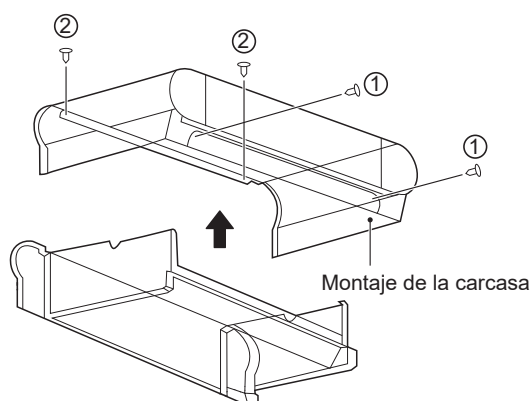

Figura 4-4 Extracción de la carcasa
- Retire los tornillos ① *2 y ② *2 y, a continuación, la carcasa, tal como se muestra en la figura 4-4.